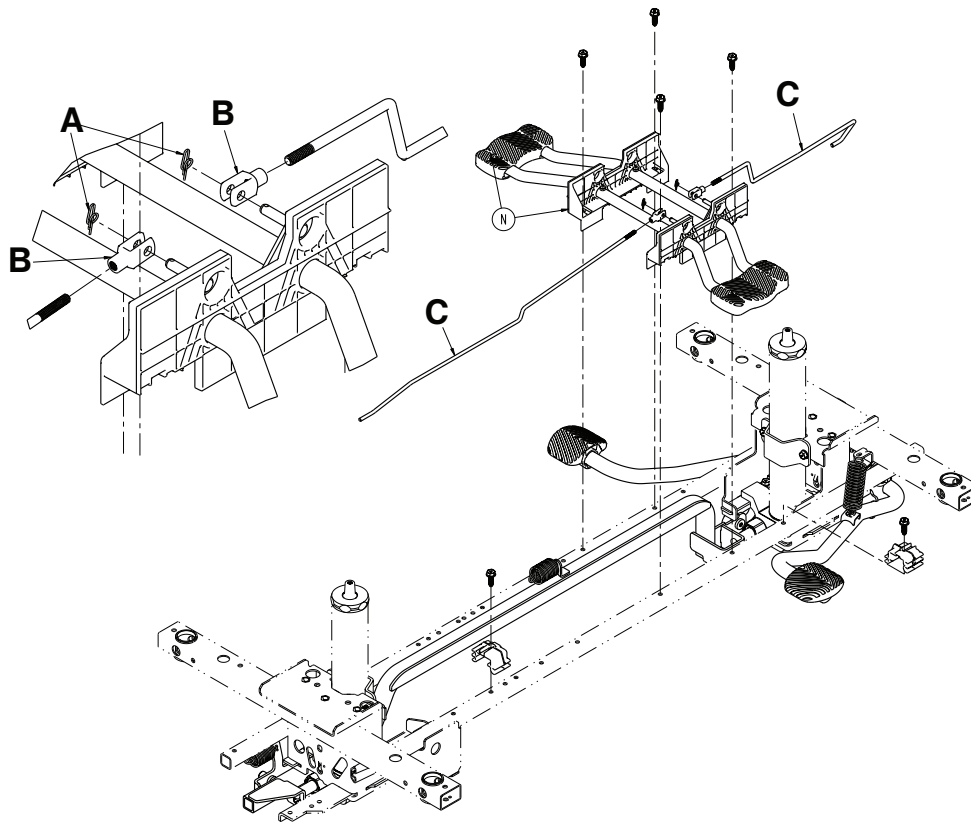

Figure 16 – Régler le levier de débrayage
3. À l'aide d'une pince à becs fins, retirer la goupille bêta (A) de l'ensemble du levier de débrayage (Figure 16).